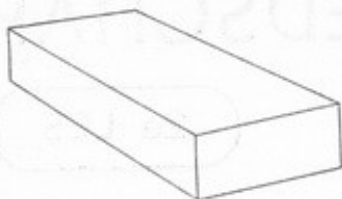

fig. 3
Een chassis is dus een metalen kistje, in oorsprong zonder bodem (fig. 3). Als metaal is gewoon plaatijzer in de meeste gevallen uitstekend geschikt; het is sterk en dat is veel waard. Het is door een fabriek gemakkelijk met ponsen en persen te bewerken, kan door galvanische baden met een roestwerende laag bedekt worden, b.v. met cadmium of koper en is voldoende vormvast; daarnaast is het weinig kostbaar. Voor de amateur zitten we aanstonds met grote moeilijkheden: roestvrij maken is zeer moeilijk; gaan we het verven dan kunnen we nergens een aardverbinding maken, zonder eerst de verf te moeten wegkrabben. Gaten boren tot 10 mm gaat nog, maar om gaten voor buishouders e.d. te maken hebben we gereedschap en tijd nodig.
Nu kunnen we het chassis gaan zetten; als regel bezitten we zelf geen zetbank en gaan we naar een bevriende loodgieter. Denk er om dat in de zetbank de onderkant van de plaat boven komt; het zou de eerste keer niet zijn, dat een chassis achteraf naar de verkeerde kant gezet bleek te zijn! In de zetbank (fig. 17) klemt men het stuk aluminium vast tussen 2 ijzeren balken (A en B) langs de lijn waarlangs we willen buigen; een derde scharnierende balk (C) wordt dan omgetrokken en het materiaal is gezet. Nu houden loodgieters van ronde zethoeken voor hun goten e.d., maar voor ons doel zijn die toch te rond, niet strak genoeg (fig. 18). Door de bank iets te verstellen kunnen we een scherpe hoek krijgen, maar we moeten dan kalm buigen en liefst niet bij koud weer. Aluminium heeft net als zink namelijk de eigenschap om in koude omgeving wat brokkelig te zijn; zetten we dan te wild, dan treedt er breuk op in de bocht. Bovendien moeten we goed weten wat we willen; terugbuigen leidt meestal tot breken. Nu kunnen we met een chassis nog twee kanten uit: alle vier de zijkanten worden even hoog (fig. 3 en 19), of alleen de vóór- en achterkant worden even hoog. De zijkanten dienen dan alleen maar om doorbuiging te verhinderen en worden b.v. maar 20 mm hoog (fig. 20 en 21). De laagste zijkanten zetten we het eerst om. Om nu de beide hoge kanten nog te kunnen zetten zonder last te ondervinden van de reeds eerder gezette lage kanten moeten we in het chassis een blokje eikenhout leggen, dat net zo lang als het chassis is en minstens 3 cm breed; het moet zó hoog zijn, dat de zijkanten vrij blijven, 1 cm meer is genoeg (fig. 22 en 23). Nu kunnen we weer rustig klemmen en zetten. De zijkanten willen steeds wat wijken; we knippen nu 4 hoekstukjes en bevestigen die met boutjes zo laag mogelijk in de